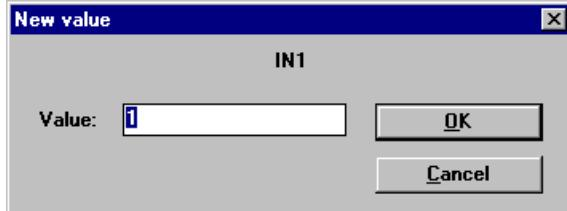

Figura 2-22: Entrada forzada a 1
- ⇒ Introduzca 1 y valide con "OK" (Figura 2-22).